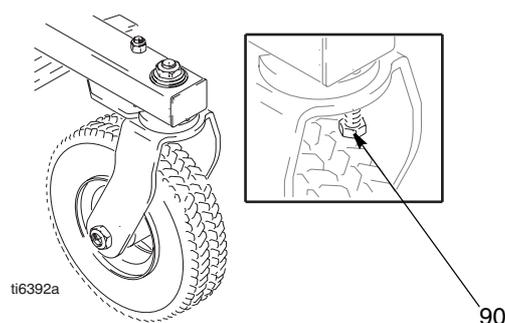

Рис. 1
1. См. Рис. 1. Ослабьте затяжку винта с головкой под ключ (90).
7. Установите винты (34) в корпус привода. Равномерно затяните их в соответствии с примечанием 3 к Рис. 1.
9. Установите переднюю крышку (52) при помощи двух винтов (32).